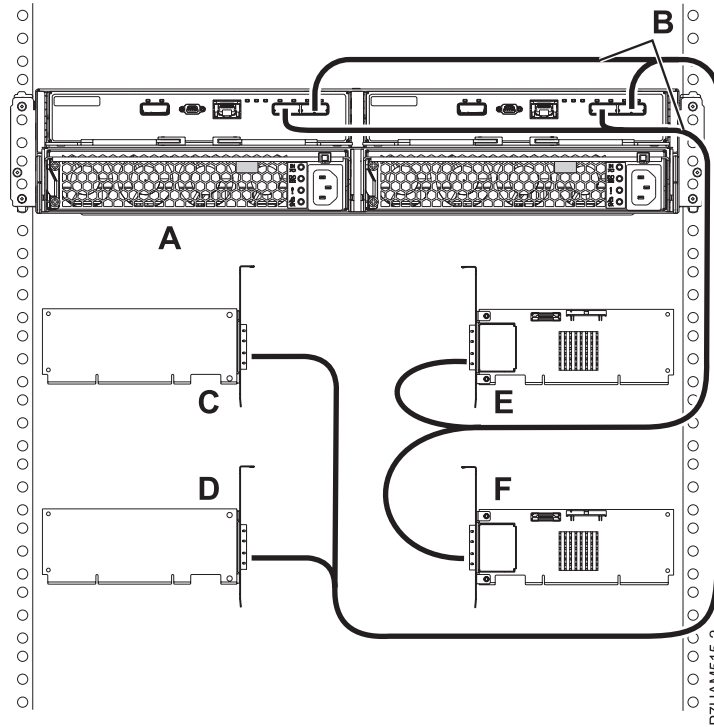

Figure 43. Mode 4 de connexion d'un boîtier d'unité de disque 58/87 via des câbles X à quatre adaptateurs SAS indépendants
- Effectuez la connexion de mode 4 d'un boîtier d'unité de disque 58/87 (A) via des câbles X (B) à quatre adaptateurs SAS indépendants, comme illustré dans la figure 43, à la page 81.